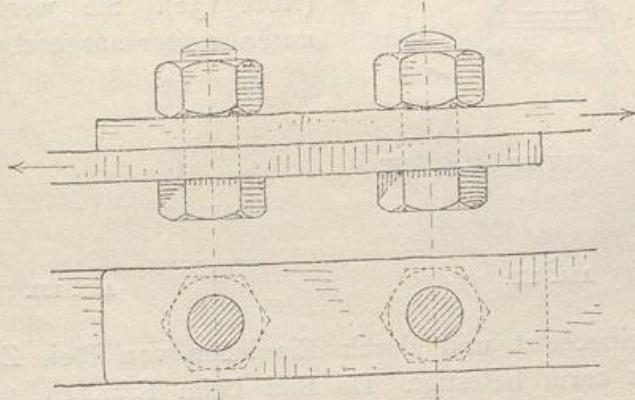

Abb. 130.
Für festere Verbindungen kommen Holzschrauben in Betracht. Sie werden aus Eisendrat gefertigt und mit scharf geschnittenen Schraubengewinden versehen, ferner Schraubenbolzen, vergl. Abb. 130.
3. Schraubenbolzen (Abb. 130) sind den vorigen ähnlich; nur ist hier das eine Ende mit einem festen vier-, sechskantigen oder